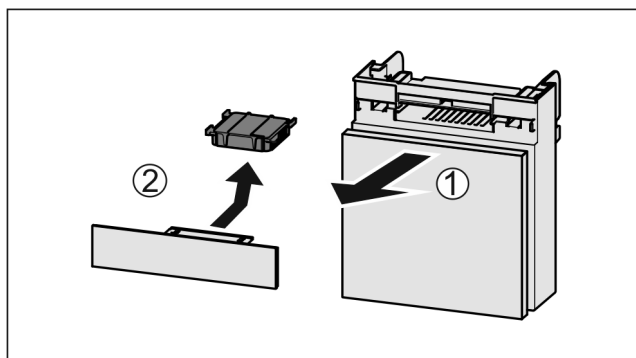

Fig. 156
- ▶ Zásuvku vytáhněte dopředu Fig. 156 (1).
- ▶ Filtr s aktivním uhlím vyjměte Fig. 156 (2).